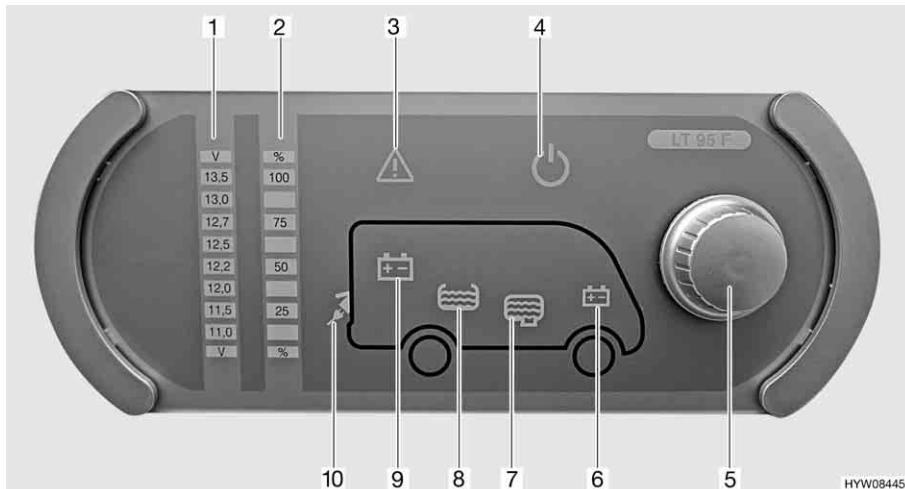

Fig. 42 Pannello di controllo (LT 95)
Il pulsante a rotazione (Fig. 42,5) inserisce o disinserisce il pannello di controllo e l'alimentazione a 12 V dell'abitacolo.
Accensione: ■ Premere il pulsante a rotazione (Fig. 42,5): L'alimentazione a 12 V dell'abitacolo è inserita. La spia di controllo a 12 V (Fig. 42,4) diventa verde.
Spegnimento: ■ Premere il pulsante a rotazione (Fig. 42,5): L'alimentazione a 12 V dell'abitacolo è disinserita. La spia di controllo a 12 V (Fig. 42,4) si spegne.
Mediante il pulsante a rotazione (Fig. 42,5) si possono interrogare sia la tensione della batteria dell'abitacolo che la tensione della batteria di avviamento. La tensione viene visualizzata sulla scala indicatore per la tensione della batteria (Fig. 42,1).
- Ruotare il pulsante a rotazione (Fig. 42,5), finché si accende il simbolo della batteria della quale deve essere interrogata la tensione.
Viene indicata la tensione della batteria dell'abitacolo (Fig. 42,9)
Viene indicata la tensione della batteria di avviamento (Fig. 42,6)
- Leggere la tensione sulla scala indicatore della tensione della batteria (Fig. 42,1).
Mediante il pulsante a rotazione (Fig. 42,5) si possono interrogare sia il livello del serbatoio dell'acqua che il livello del serbatoio delle acque grigie. Il livello viene visualizzato sulla scala indicatore livello dei serbatoi (Fig. 42,2).
Indicazione: ■ Ruotare il pulsante a rotazione (Fig. 42,5), finché si accende il simbolo del serbatoio del quale deve essere interrogato il livello.
Viene indicato il livello del serbatoio dell'acqua (Fig. 42,8)
Viene indicato il livello del serbatoio delle acque grigie (Fig. 42,7)
- Leggere il livello sulla scala indicatore del livello serbatoio (Fig. 42,2).
La spia luminosa Alarm (Fig. 42,3) lampeggia non appena i valori limite fissati vengono superati per eccesso o per difetto.
La spia luminosa Alarm (Fig. 42,3) lampeggia non appena la tensione della batteria scende al di sotto di 11 V. Se l'alimentazione a 12 V è accesa, si accende anche il relativo simbolo della batteria (Fig. 42,6 o 9), e l'indicatore "11,0" sulla scala indicatore della tensione della batteria (Fig. 42,1) lampeggia. Rischio di uno scaricamento totale della batteria.
La spia luminosa Alarm (Fig. 42,3) lampeggia ed il relativo simbolo del serbatoio (Fig. 42,7 o 8) si accende non appena il serbatoio dell'acqua è vuoto o il serbatoio delle acque grigie è pieno.
La spia di controllo a 230 V (Fig. 42,10) si accende quando all'ingresso della centralina elettrica è presente una tensione di rete.